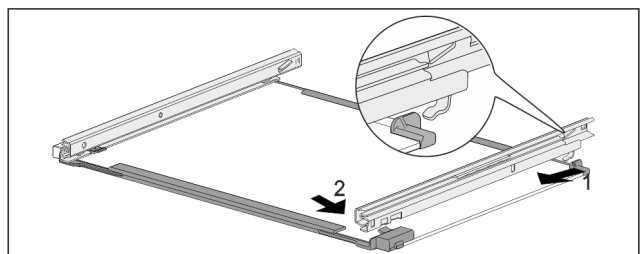

Fig. 191 Glassplate med skinner
- ▶ Hekt inn skinne bak. Fig. 191 (1)
- ▶ Hekt inn skinne foran. Fig. 191 (2)